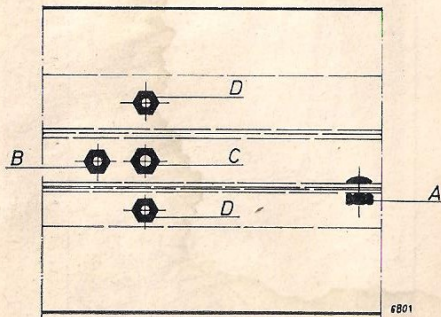

Bild 34
1. Lösen der Befestigungsschrauben A, B und D (**Bild 34**).